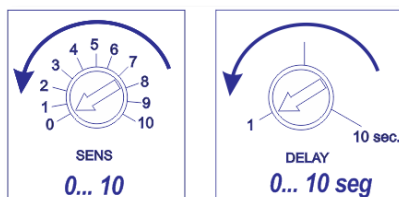

Figura 1
- 1- Verificar se o local de instalação da **S900-CCL** está afastado da entrada de produto, conforme figura 1.
- 2- Ao instalar a **S900-CCL** no topo do tanque é necessária uma distância mínima de 250 mm da parede do tanque ou qualquer outro objeto, conforme figura 1.
1- Gire ambos os trimpot's SENS e DELAY totalmente no sentido anti-horário, conforme figura 1.